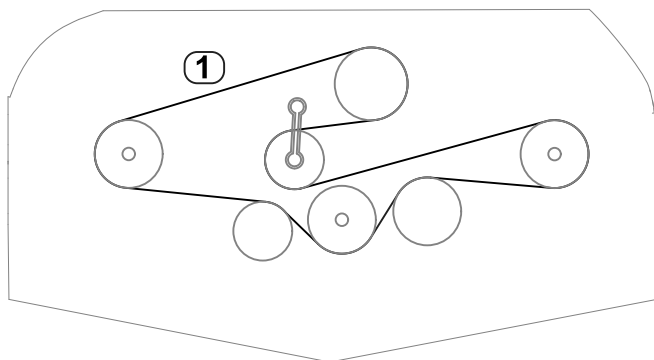

Bild 29
5. Verwenden Sie einen Drehmomentschlüssel oder ein ähnliches Werkzeug, um die Umlenkrolle zu halten, und führen Sie den neuen Riemen um die Spindelrollen und die Umlenkrollenanordnung herum, wie in Bild 29 dargestellt.